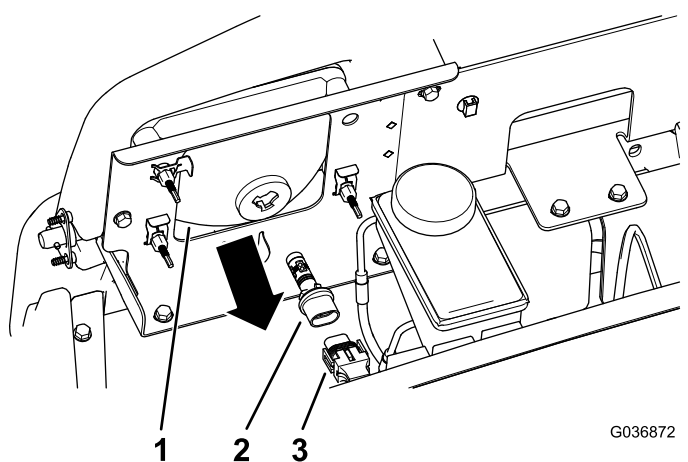

Figura 38
3. Scollegate il connettore elettrico del cablaggio dal connettore del gruppo luci sul retro del vano del faro (Figura 38).
4. Ruotate il gruppo luci di 1/4 giro in senso antiorario spostandolo indietro, fuori dalla sede del vano del faro (Figura 38).
5. Inserite il nuovo gruppo luci e il vano del faro e allineate le linguette nel gruppo luci alle fessure nel vano del faro (Figura 38).
6. Fissate il gruppo luci ruotandolo di 1/4 di giro in senso orario (Figura 38).
7. Collegate il connettore elettrico del cablaggio al connettore del nuovo gruppo luci (Figura 38).